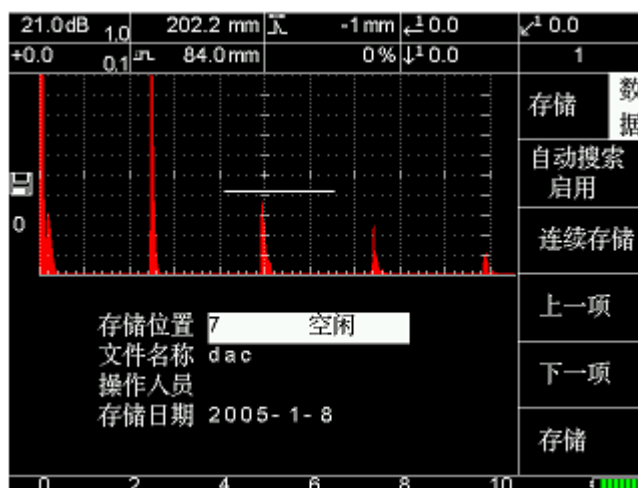

图 5-7
(1) 在 DAC 曲线功能状态下(显示 DAC 符号), 按 : 【存储】快捷键或按【数据】-[A], 进入图 5-7
(2) 输入存储位置、文件名称、操作人员、存储日期(机器自动记录)。(操作方法见第六章)。
(3) 按[E]即可存储。